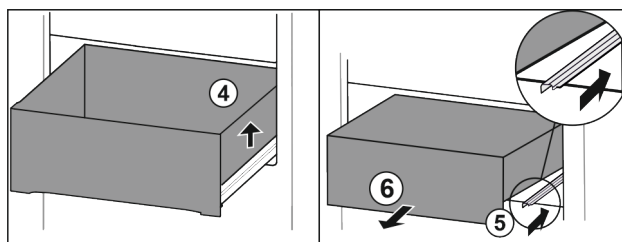

Fig. 92
- Nadzvedněte zásuvku vpravo. Fig. 92 (4)
- Zasuňte pravou kolejničku. Fig. 92 (5)
- Vyjměte zásuvku dopředu. Fig. 92 (6)